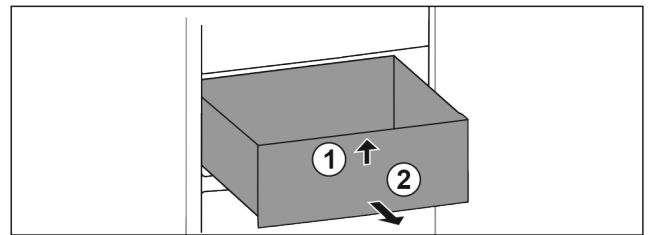

Fig. 12
► Aan voorzijde optillen Fig. 12 (1).
► Er naar voren toe uitnemen Fig. 12 (2).